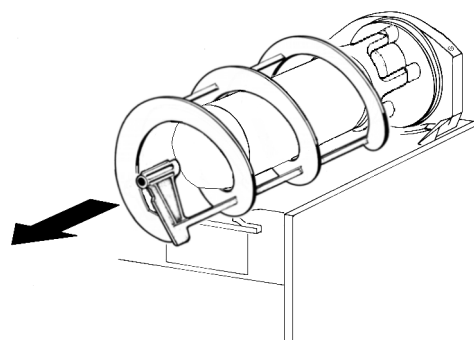
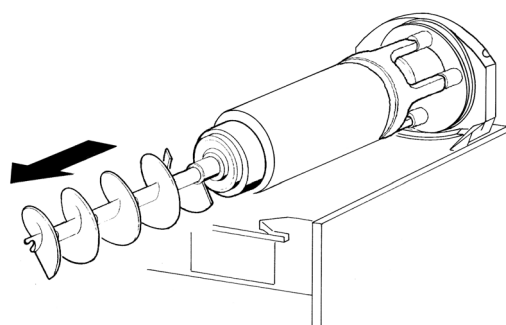

figura 8
figura 9
- 3 - Desenfilar del evaporador el rascador exterior (ver figura 8) y después el rascador interior (ver figura 9).